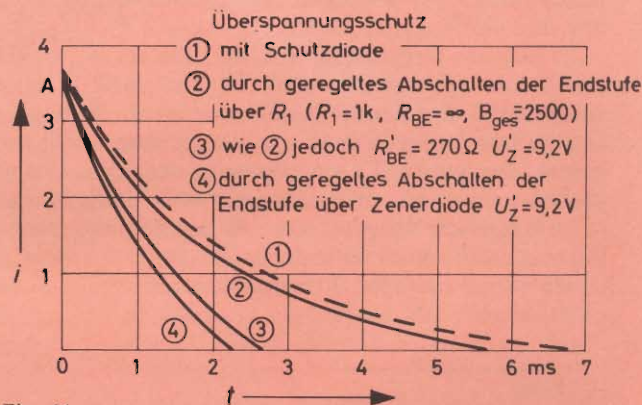

Fig. 11
Il grafico di fig. 11 indica l'andamento dei valori istantanei della corrente di disinserzione nel tempo riferiti ai diversi sistemi di protezione. La curva (1) si riferisce ad una protezione normale con diodo, è evidente la maggiore durata della corrente prima di estinguersi, la curva (2) è relativa al circuito con resistenze ( $R_1 = 1K$ ,  $R_{BE} = \infty$ ), le curve (3) e (4) si riferiscono ad una variante più efficace mediante l'impiego di un diodo Zener che limita il valore di  $V_Z$  a 9,2 V.